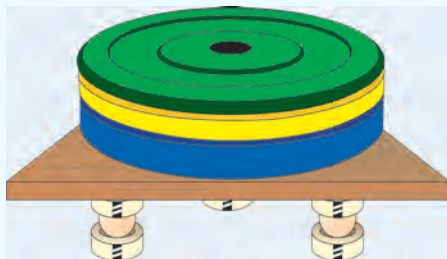

图 1.7 鸡蛋受力试验
2. 将木板放置在胶带卷上方，轻轻在木板上放置杠铃片，如图 1.7 所示。